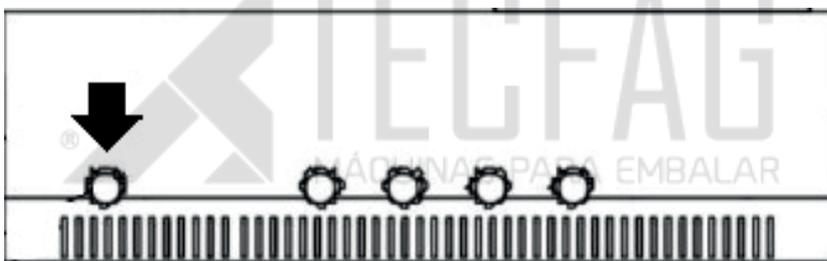

Figura 5
E. Para regular a intensidade de selagem, aproxime ou afaste a roda de selagem através da movimentação do manípulo borboleta. (figura 5)